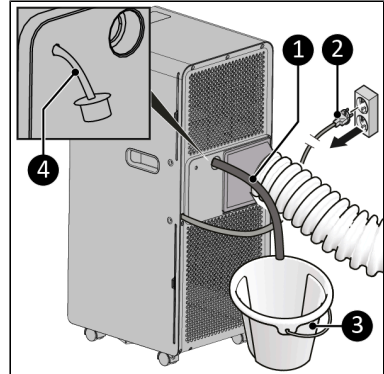

Abbildung 53.
1. Stellen Sie sicher, dass das Gerät ausgeschaltet und der Stecker aus der Steckdose gezogen ist (Abbildung 53, Pos. 2).
2. Entfernen Sie den Gummistopfen vom Abfluss (Abbildung 53, Pos. 4).
3. Verbinden Sie den mitgelieferten Wasserablaufschauch mit dem Abfluss des Geräts (Abbildung 53, Pos. 1).
4. Platzieren Sie den Auslass des Wasserablaufschauchs in einen Eimer (Abbildung 53, Pos. 3).